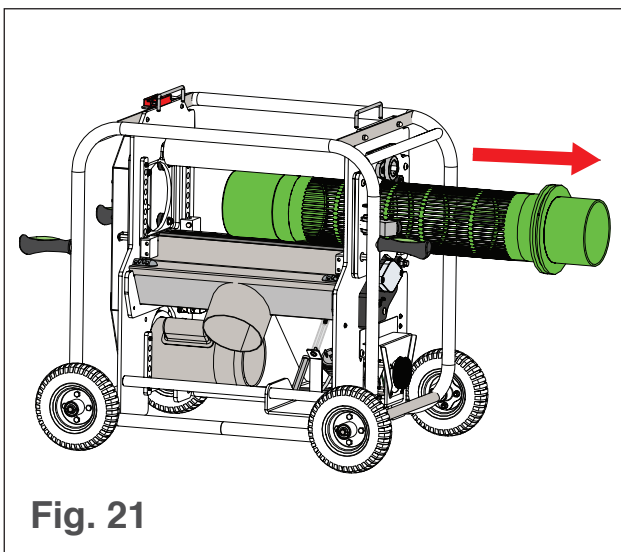

Fig. 21
6. Retirez le tambour (voir Fig. 21).